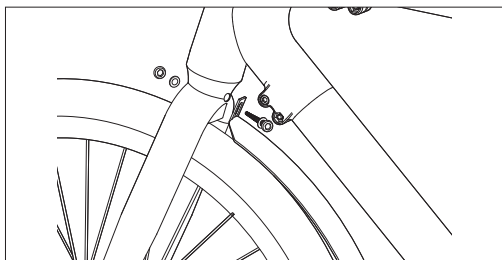

Figura 5-1
- Depois de alinhar o guarda-lamas com o orifício do parafuso, volte a apertar os parafusos de montagem para o fixar na forquilha dianteira, conforme ilustrado em **Figura 5-1**.